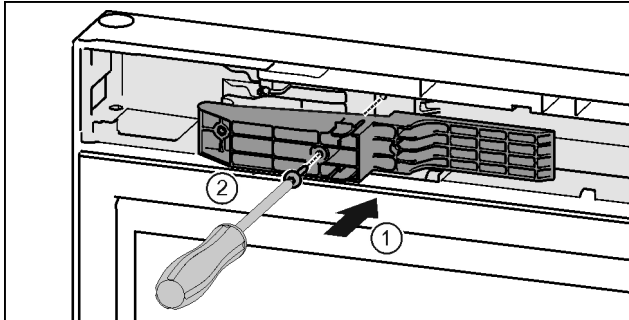

Fig. 48 *
- ▶ Adapterstuk aan de greepzijde in de uitsparing plaatsen. Fig. 48 (1)*
- ▶ Schroeven met schroevendraaier T15 vastschroeven. Fig. 48 (2)*